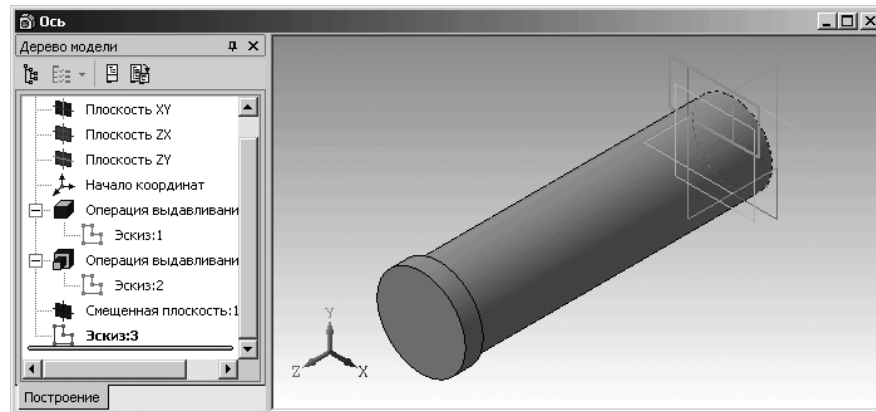

Рис. 1.76. Окно модели **Ось** и эскиз прямоугольника для построения прорези в изометрическом виде
- нажмите клавишу **Backspace** (Пробел) и два раза клавишу перемещения со стрелкой влево. Это обеспечит поворот модели на  $90 \times 2 = 180$  градусов в горизонтальной плоскости, перпендикулярной плоскости экрана. Это состояние показано на рис. 1.76.